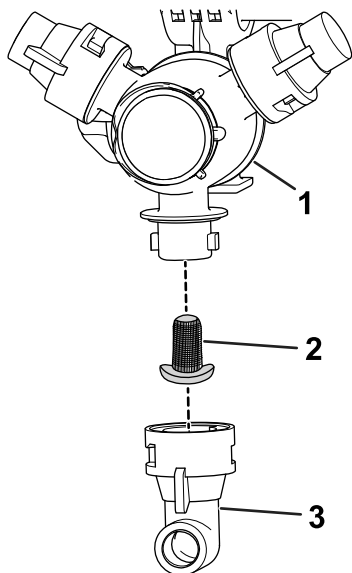

Figura 61
2. Îndepărtați duza din turela de pulverizare (Figura 61).
3. Îndepărtați vechiul filtru al duzei (Figura 61).
4. Montați un filtru de duză nou (Figura 61).
5. Montați duza la turela de pulverizare (Figura 61).